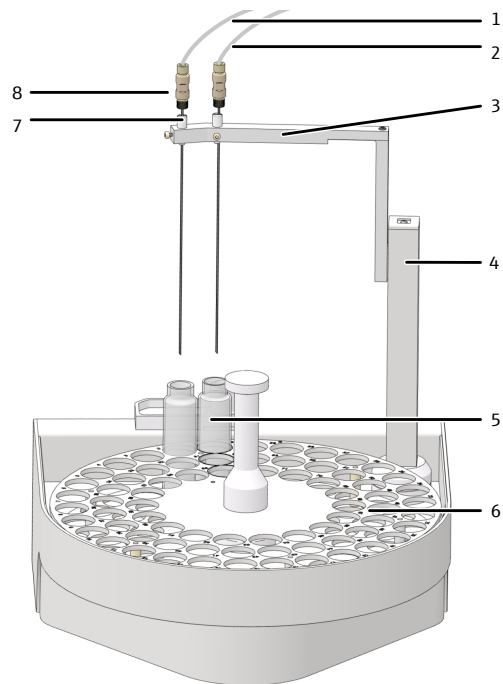

Fig. 25 Conception du distributeur d'échantillon AS vario
- ▶ Pour les mesures NPOC avec évacuation parallèle : Insérer chacune des canules dans une douille dans les deux emplacements du porte-canule (Fig. 25 48).